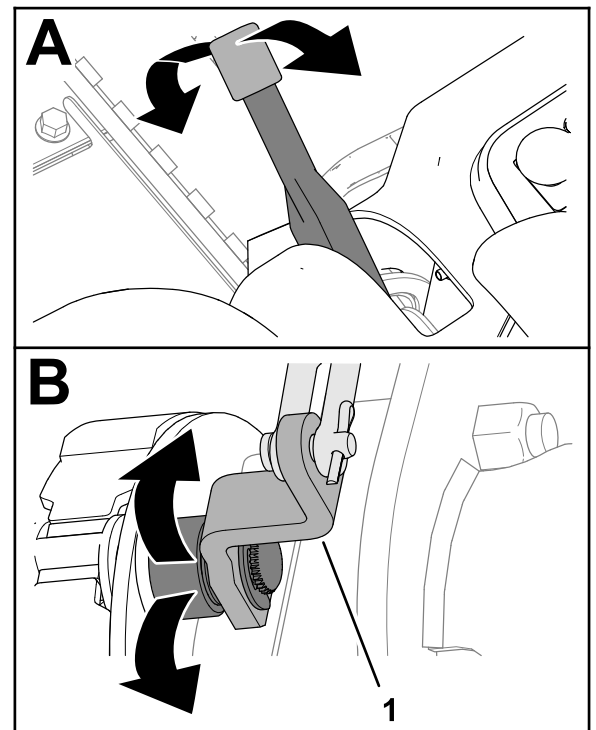

图 67
2. 上下移动手刹操纵杆以检查制动凸轮杆的杆是否可以自由移动图 67。